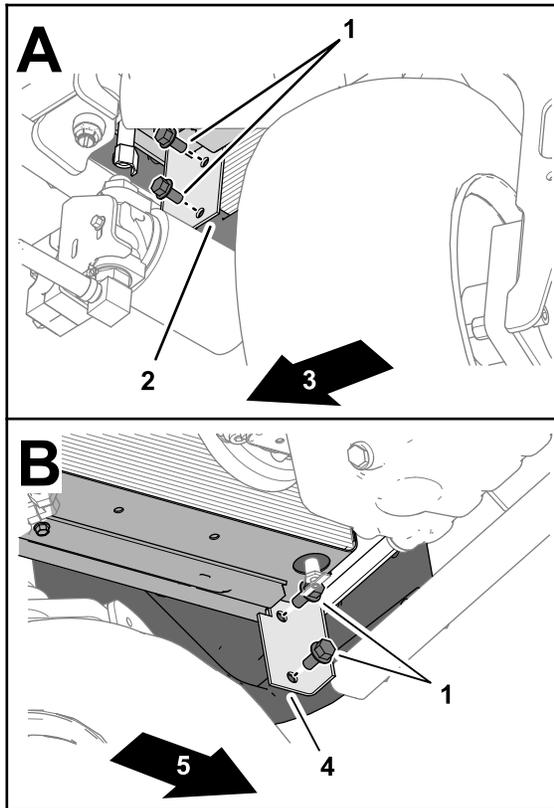

Bild 20
- Entfernen Sie an der vorderen, unteren Ecke des Kühlers die beiden Bundkopfschrauben ($\frac{3}{8}$ " x $\frac{3}{4}$ "), mit denen die Kühlerhalterung am hinteren Rahmen der Maschine befestigt ist (Bild 20).
- Entfernen Sie die beiden Bundkopfschrauben ($\frac{3}{8}$ " x $\frac{3}{4}$ "), mit denen die Kühlerhalterung am hinteren Rahmen der Maschine auf der anderen Seite der Maschine befestigt ist (Bild 20).